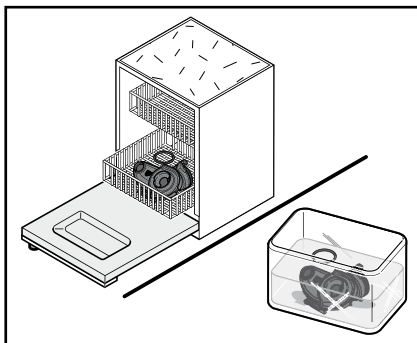

Bild 39
7. Rengör mixerskålen tillsammans med tätningsringen (bild 39):